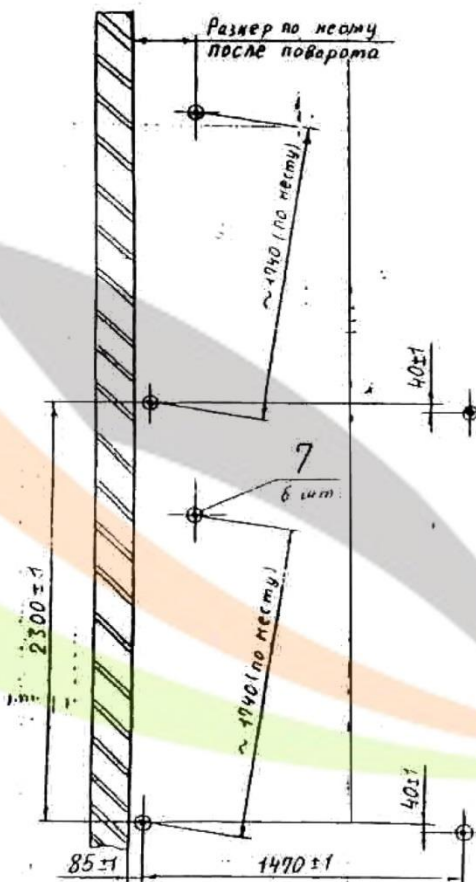

Рис. 5
3. Врежьте фланцы 7 в пол и закрепите их шурупами 13 согласно схемы установки на рис. 5, 1 и 2.